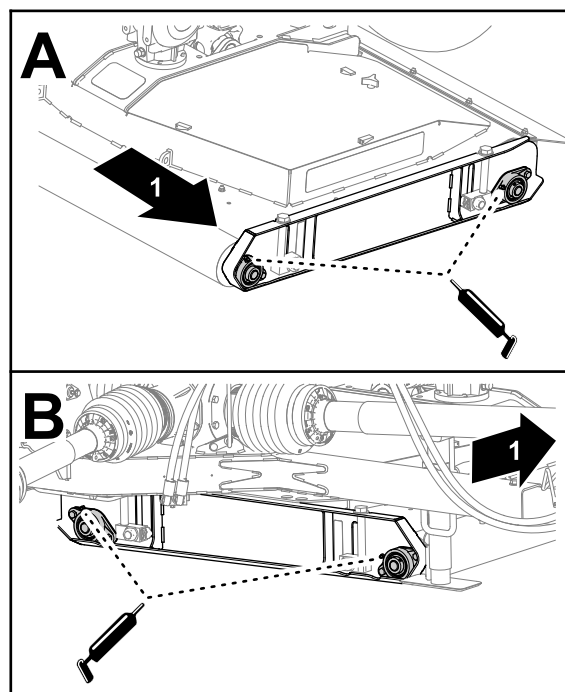

Figure 56
1. Appliquez la graisse spécifiée sur les roulements des rouleaux de plateau, du côté gauche du plateau (Figure 56).
2. Graissez les roulements des rouleaux de plateau du côté droit du plateau (Figure 56).